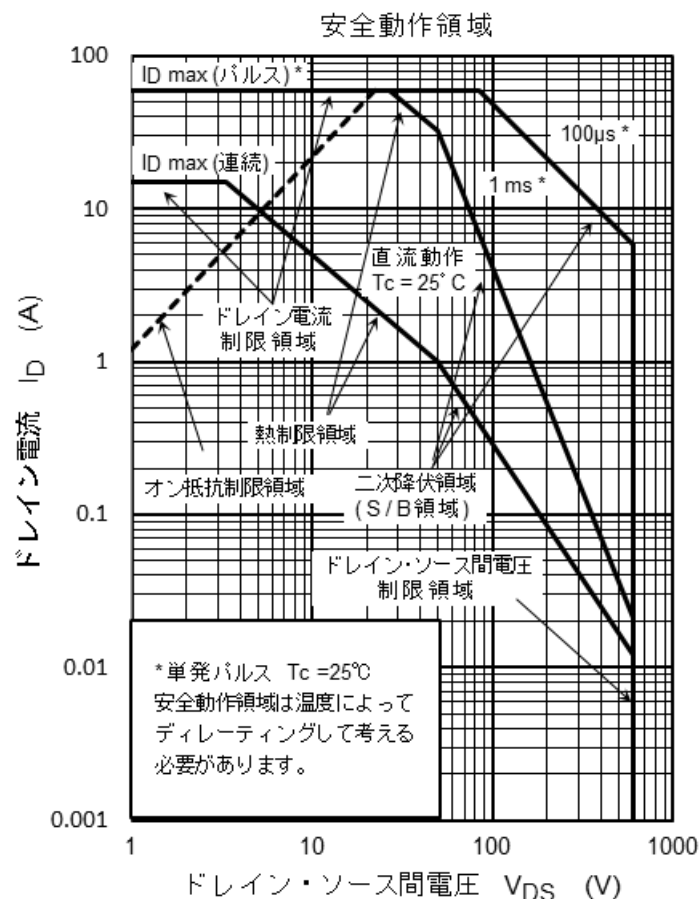
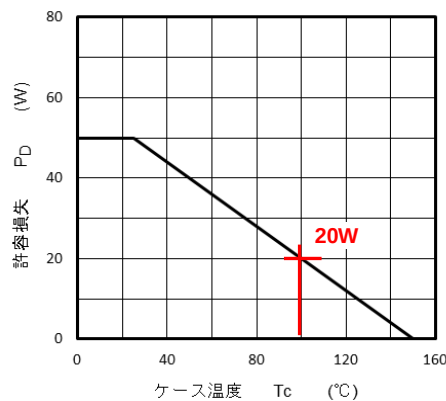
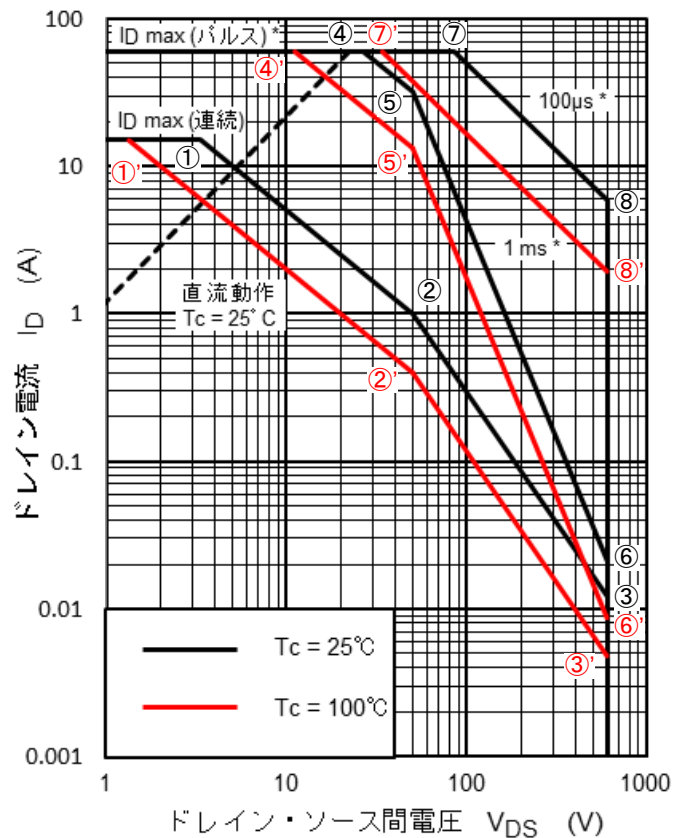

図 2.1 MOSFET の安全動作領域 (SOA)
図 3.1 $P_D - T_c$ 特性
図 3.2 SOA の温度ディレーティング
図 2.1 の SOA にて $T_c = 100^\circ\text{C}$ のときのデレーティングを考慮した P_D を求めます。図 3.1 は $P_D - T_c$ 特性でデレーティング時の P_D は (3-1) 式で与えられます。 $T_c = 100^\circ\text{C}$ の時の P_D は 20 W になります。なお、(3-1) 式は熱制限領域に適用されます。
図 3.2 にて、 $T_c = 25^\circ\text{C}$ 時には①と②は熱制限領域であるため、 $P_D(\max) = 50 \text{ W}$ ($V_{DS} \times I_D = 50 \text{ W}$) の等電力線上にあり、 $T_c = 100^\circ\text{C}$ 時には図 3.1 から求めた 20 W の等電力線のラインにデレーティングされます。①' と ②' のポイントは①の V_{DS} 、②の I_D を (3-2) 式よりそれぞれ 40 % にデレーティングし、(3-3) 式と (3-4) 式から求めることができます。